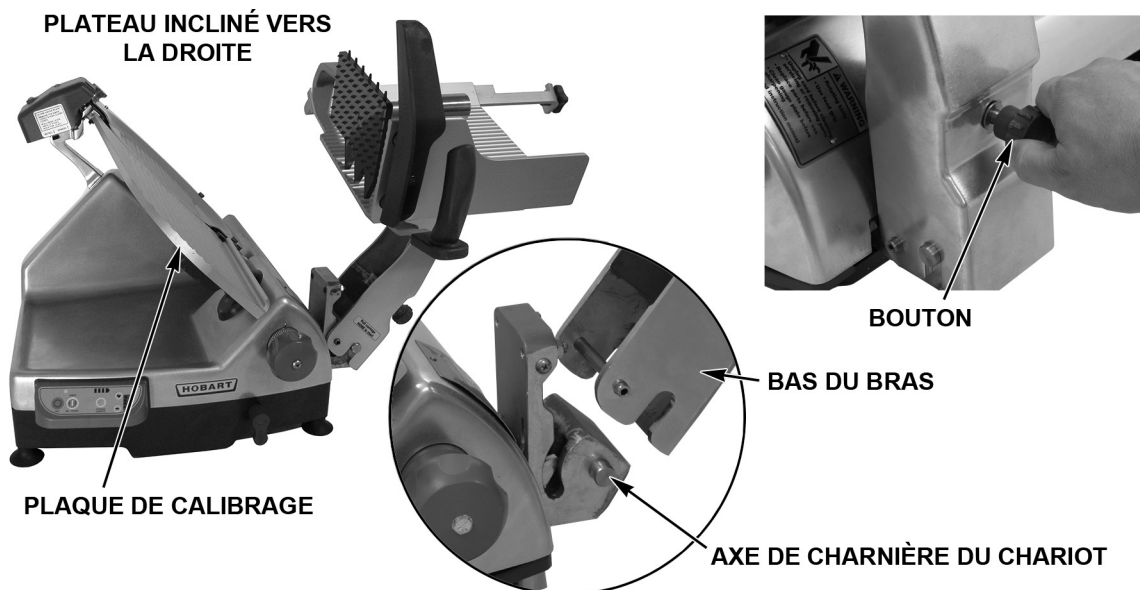

Fig. 9
- Desserrez le bouton (Fig. 9) sur le bras. Inclinez le plateau vers la droite (Fig. 9).